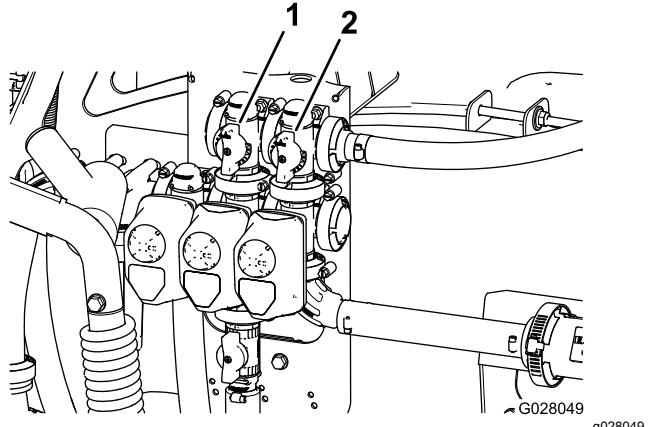

Figure 31
- 2. Fermée (0)
11. Réglez la vanne de dérivation (Figure 31) à l'arrière de la vanne d'agitation jusqu'à ce que la pression indiquée soit 6,9 bar.
9. Déplacez la poignée de dérivation générale des rampes de manière à réguler l'agitation à l'intérieur de la cuve (Figure 31).